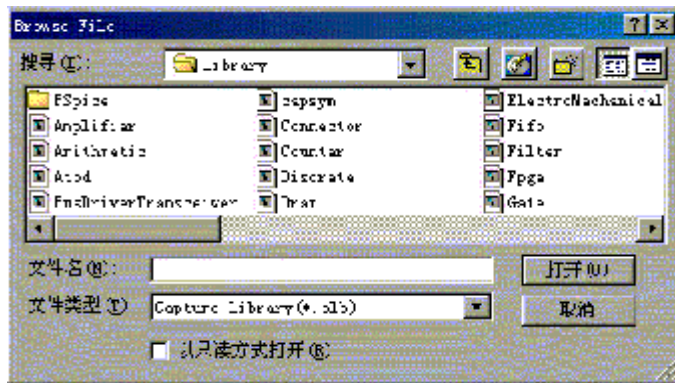

图 9-17 库文件浏览对话框
(2) 单击【Add Library ...】按钮, 出现库文件浏览对话框, 如图9-17所示, 其中有一个文件夹PSpice和34个库文件。